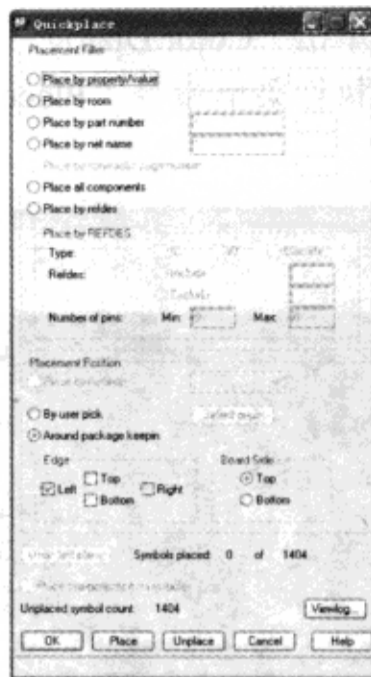

图 2-5-13 “Quickplace”对话框
(13) 执行菜单命令“Place”→“Quickplace”，弹出“Quickplace”对话框，具体设置如图 2-5-13 所示。